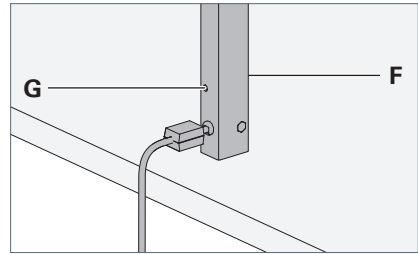

Fig. 6: Neigung des Standrohrs einstellen.
- ▶ Stellen Sie mit einem Innensechskantschlüssel sicher, dass beide Schrauben **F** und **G** im Uhrzeigersinn angezogen sind, siehe Fig. 6.